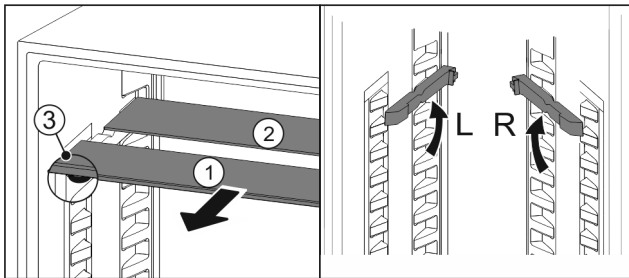

Fig. 112
- ▶ Húzza ki Fig. 112 (1) előre az üveglapokat egyesével.
- ▷ Az üveglap Fig. 112 (1) a díszleccsel előre néz.
- ▷ Az ütközők Fig. 112 (3) lefelé mutatnak.